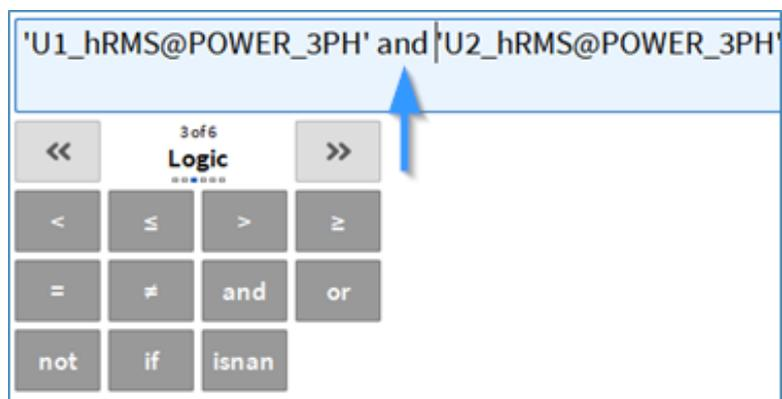

Abb. 7.73: Logikoperatoren in Kombination mit Array-Kanälen
- Logische Operatoren (siehe Abb. 7.73)